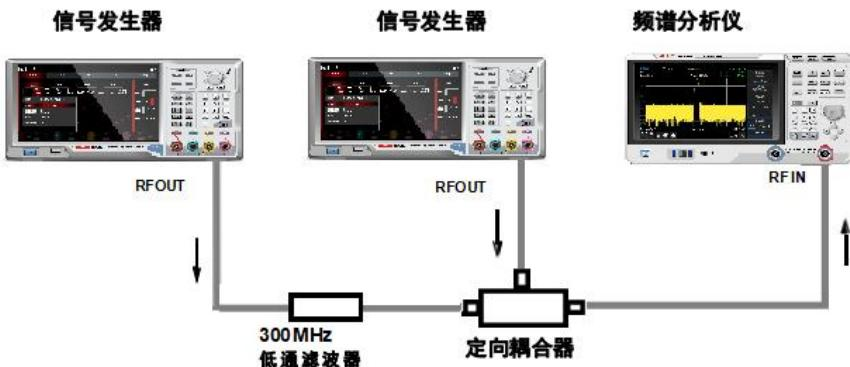

图 3-18：三阶交调信号仪器设置
- 按图 3-18 所示连接仪器，两个信号发生器分别通过低通滤波器连接定向耦合器的输入端，耦合器的输出即为一个互调失真很低的双音信号源，尽管此连接下的失真性能上要比频谱分析仪的好，但用于测量信号源/频谱分析仪组合的 TOI 仍然有用，当校验完信号源/频谱分析仪组合的